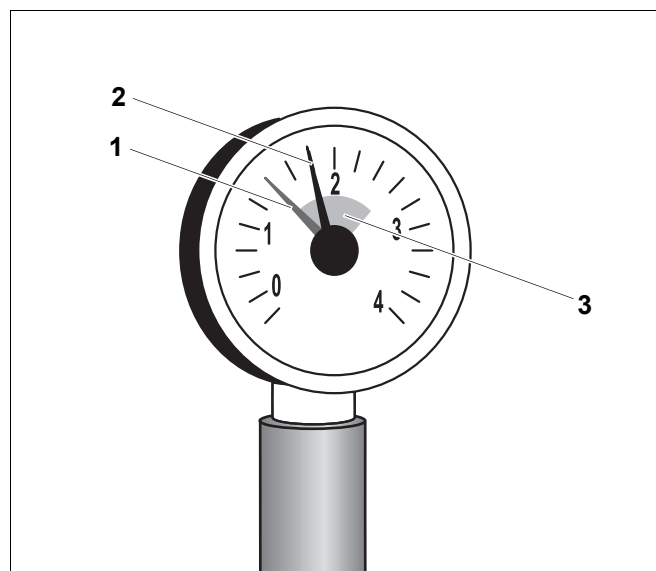

Рис. 24 Манометр для закрытых отопительных установок
- Красную стрелку (Рис. 24, поз. 1) манометра отопительной установки поставить на необходимое минимальное давление 1 бар.